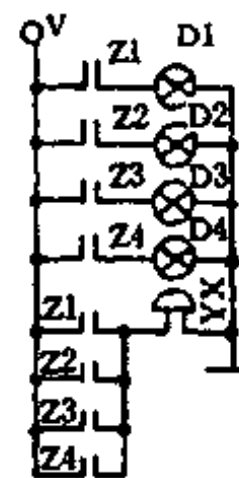

图 1-144
假设 AN1 被抢先按下, 这时, 抢答器工作: ①地电平通过 AN1 按钮开关直接加至 T2、T3、T4 三个与非门的输入端, 将这三个门立即封死, 使后抢答者再按 AN2—AN3 按钮时, 不起作用; ②地电平通过 R1 加至 T9 的输入端, 这样使 T9 的输入端也为地电平。这时, +12V 电源通过继电器 Z1 加至 T9 的输出端, 并有电流流过, 使继电器 Z1 吸合。继电器 Z1 吸合后, 由继电器触点控制的 D1 灯亮(如图 1-144 所示), 继电器 Z1 的另一对常开触点闭合, 使音响器(或喇叭或电铃)发出音响, 说明按 AN1 按钮开关者首先抢答成功。